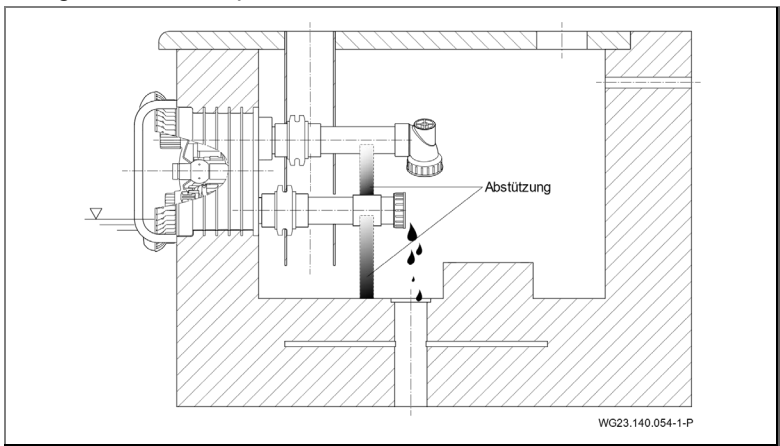

Abb. 29
- 3. Saug- und Druckleitung durch Abstützung entlasten. Siehe "Abb. 29".